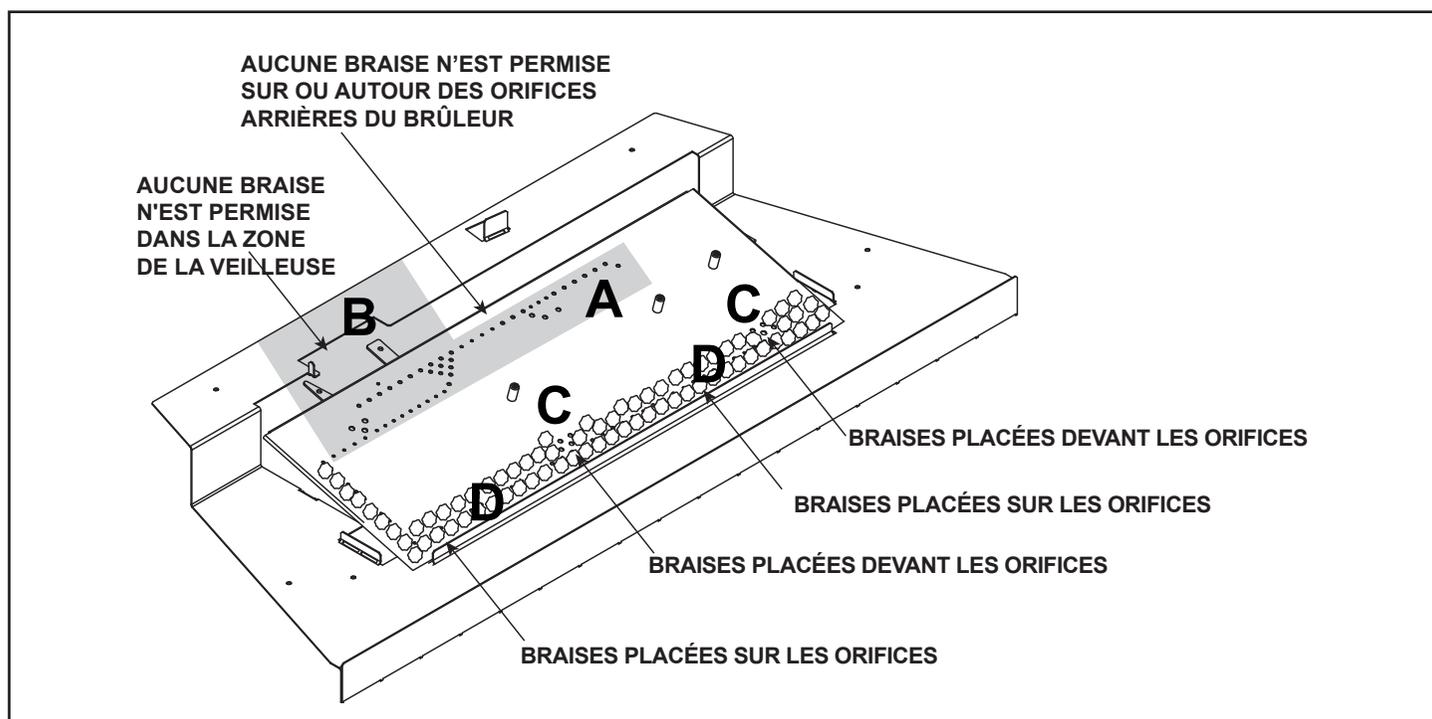

Figure 11.3 Placement des braises
- Les braises ne **PEUVENT PAS** être disposées directement sur l'orifice arrière du brûleur, comme indiqué à la figure 11.3(A), ou dans la zone de la veilleuse, comme indiqué à la figure 11.3(B).
- Placez les morceaux de braise Glowing Embers® de la taille d'un dix sous, immédiatement devant la ligne d'orifices de la zone indiquée à la figure 11.3(A), mais pas sur ou entre ces orifices. Faites attention à ne pas recouvrir ces orifices.
- Les braises peuvent être disposées sur les orifices des zones indiquées à la figure 11.3(D). Ces braises doivent être disposées sans structure par-dessus des orifices, sans les presser sur ou dans les orifices. Disposez en une seule couche ne dépassant pas une épaisseur de 6 mm (1/4 po).